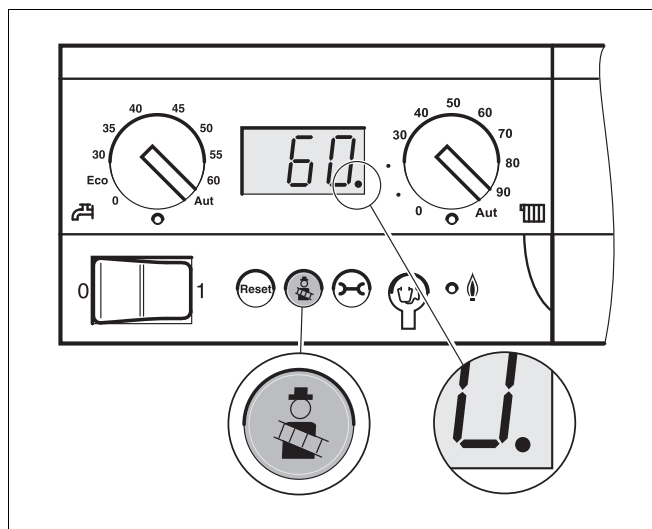

Fig. 11 Tilkobling af manuel drift
- ▶ Tryk i mere end 5 sekunder på tasteren "Røggastest" (fig. 11), indtil decimalpunktet blinker i displayet.